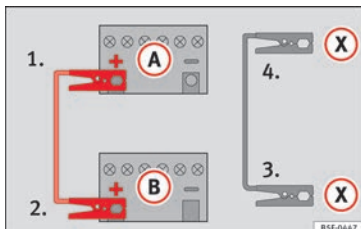

Abb. 190 Anschlussschema für Fahrzeuge mit Start-Stopp-System.
- Bei Fahrzeugen **mit Start-Stopp-System** klemmen Sie ein Ende des *schwarzen* Starthilfekabels (X) an einer geeigneten Massestelle, an ein mit dem Motorblock verschraubtes massives Metallteil oder an den Motorblock selbst an » » **Abb. 190**.
5. Klemmen Sie das andere Ende des *schwarzen* Starthilfekabels (X) im Fahrzeug mit der entladenen Batterie an ein mit dem Motorblock verschraubtes massives Metallteil oder an den Motorblock selbst, aber an einer weit von der Batterie (A) entfernten Stelle an.